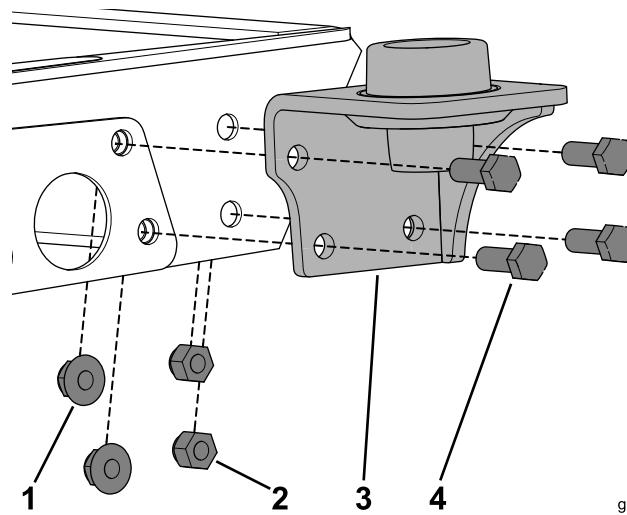

Figura 18
1. Retire las fijaciones existentes y utilice los 4 pernos (3/8" x 1"), 2 contratuerca, y 2 tuercas con arandela prensada para sujetar el soporte a la máquina (Figura 18).